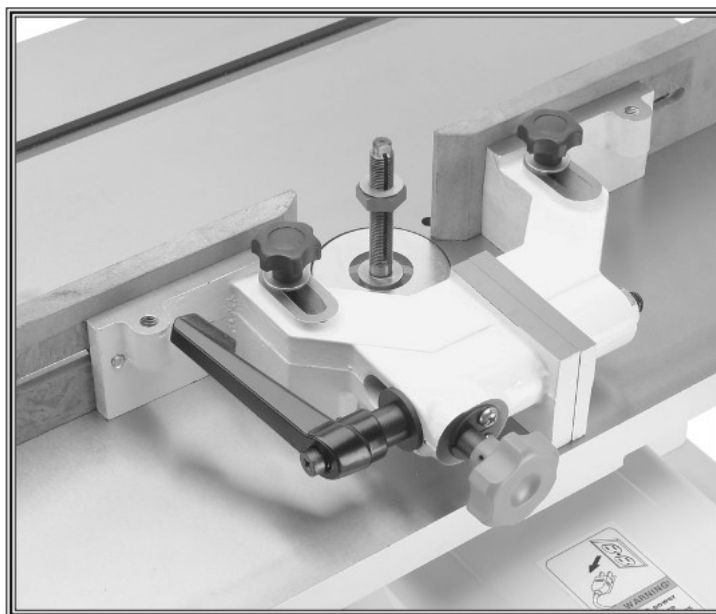

Рис. 23 Управление ограждением
1. Открутите стопорную рукоятку, как показано на Рис. 23.